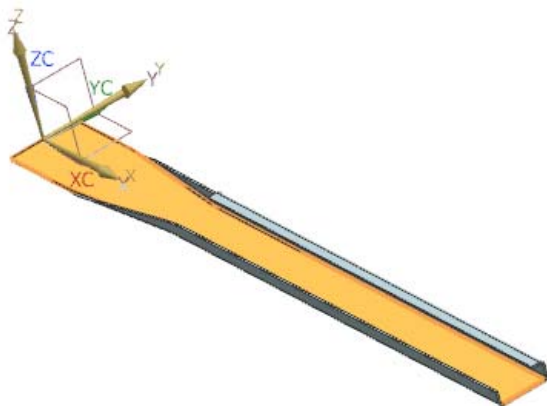

图 10-58 选择草图工作平面
(2) 单击“绘制截面”按钮, 打开“创建草图”对话框。在视图区选择草图工作平面, 如图 10-58 所示。